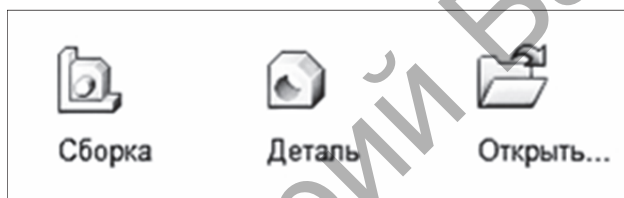

Рисунок 5.1
1. Для создания модели новой детали выполните команду «Файл→Создать» или на стандартной панели щёлкните на кнопке «Создать» и в открывшемся окне в качестве типа нового документа выберите вариант «Деталь» (рис. 5.1).